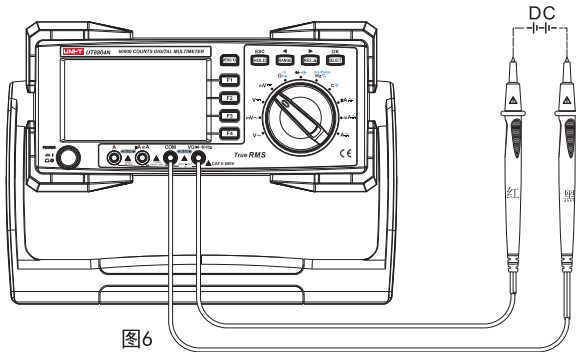

图6
- (1) 将红表笔插入"V"插孔，黑表笔插入"COM"插孔。
- (2) 将仪表的旋转开关转到 $mV \overline{\square}$ ，如图6，将表笔并联待测电源或负载上。